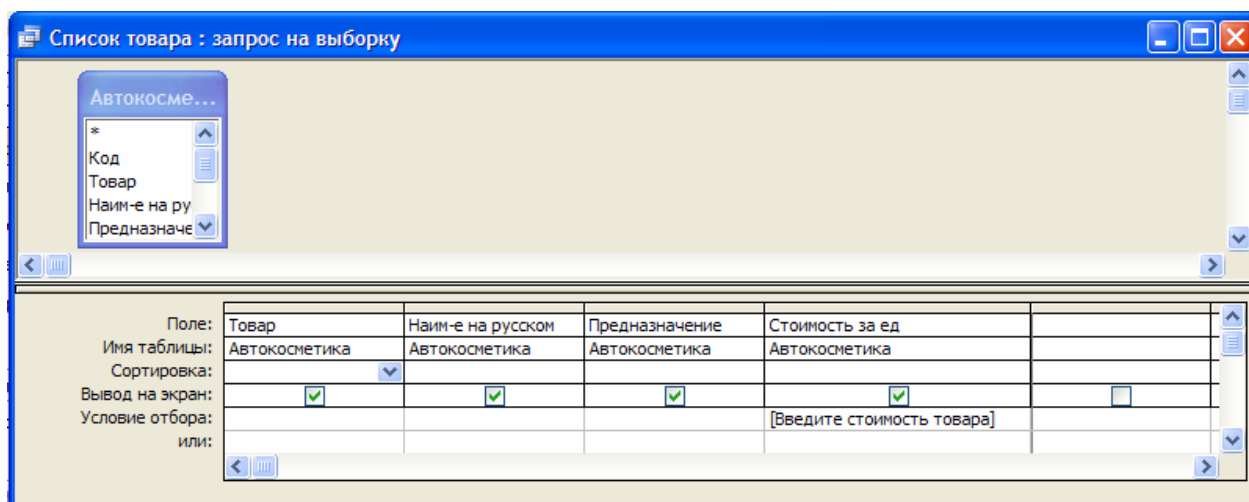

Рис. 6.4. Запрос в режиме конструктора
- в строке параметра **Условия отбора** для поля *Стоимость за ед.* введите фразу (скобки тоже вводить): *[Введите стоимость товара]* (см. рис. 6.4);